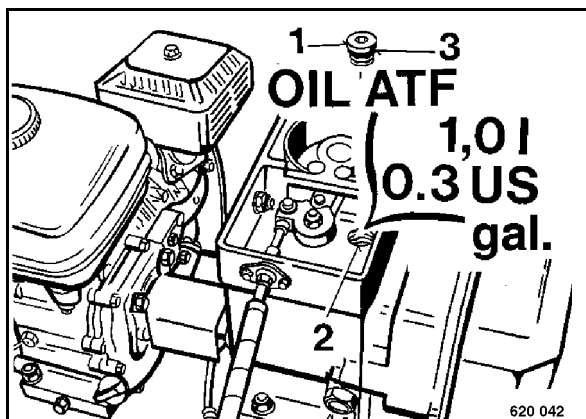

рис. 54
- Отвинтить крышку редуктора и вывинтить резьбовую пробку наливного отверстия 1 (рис. 54).
- Залить новое трансмиссионное масло через наливное отверстие 2 (рис. 54).
- Ввинтить резьбовую пробку наливного отверстия 1 (рис. 54), снабдив ее новым уплотнительным кольцом (3).